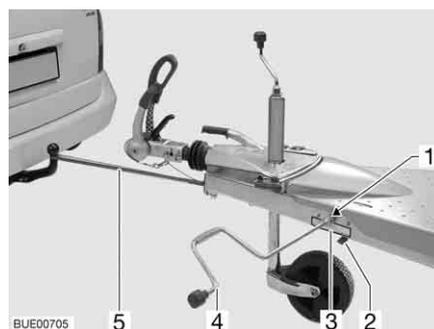

Bild 4 Ankupplhilfe Easy-Pull
- Den Sperrhebel (Bild 4,2) in Offenstellung bringen.
- Das Gurtband mit Haken (Bild 4,5) nach vorne herausziehen, um den Kugelhals der Anhängerkupplung des Zugfahrzeugs legen und arretieren.
- Den Sperrhebel (Bild 4,2) in Schließstellung bringen.
- Die Kurbel für die Kurbelstützen des Caravans (Bild 4,4) auf den Sechskant (Bild 4,1) der Kurbelvorrichtung stecken und drehen. Dabei die Drehrichtung gemäß Aufkleber (Bild 4,3) beachten.